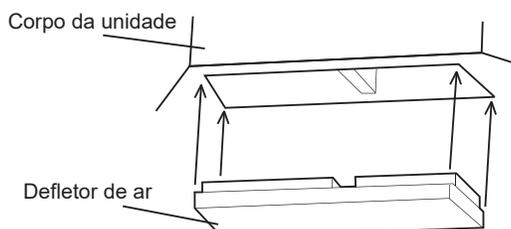

Figura 4
5. Com base no formato do recinto, determine os sentidos do fluxo de ar no local da instalação. Consulte o sentido do fluxo de ar no esquema mostrado na Figura 2.3 Se parte do respiro de ar ficar bloqueada, você pode inserir um defletor de ar no respiro do corpo da unidade para bloquear o fluxo de ar. Consulte a Figura 4.